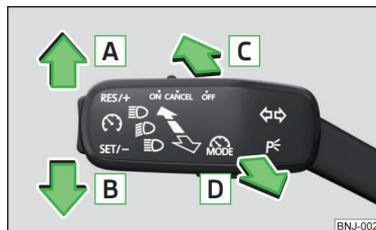

Abb. 42
- Den Blinker- und Fernlichthebel (» Abb. 42 auf Seite 62) zum Lenkrad ziehen, nach unten schieben und in dieser Stellung halten.
Bedienungshebelstellungen » Abb. 42